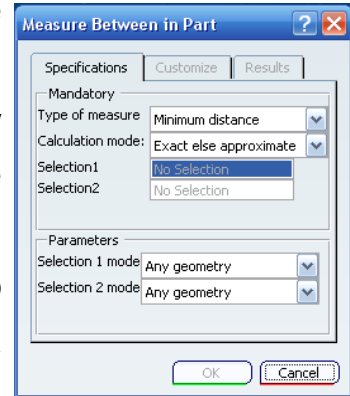

Ilustración 307: Definición de medida.
**Measure Between:** proporciona información sobre la distancia entre dos elementos cualesquiera del dibujo (entre punto y punto, punto y recta, punto y superficie, superficie y recta, etc). La ventana de definición de la medida a realizar es la que se observa en la Ilustración 307. Se da la opción de mínima o máxima distancia entre los dos elementos en la pestaña *Type of measure*.